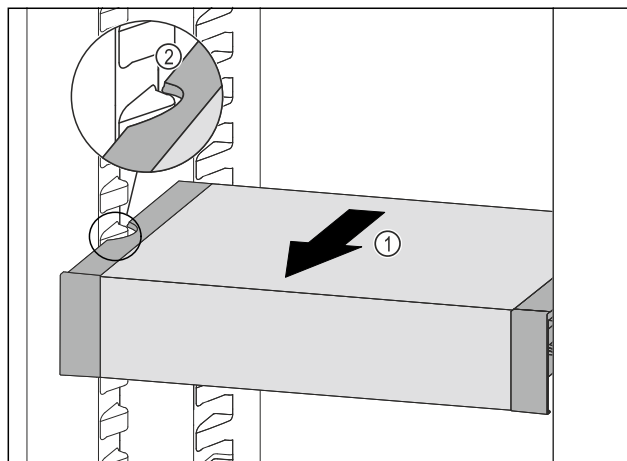

Fig. 176
- VarioSafe dras framåt Fig. 176 (1) tills sidofördjupningarna på VarioSafe är i samma nivå som behållarlisterna i kyldelen. Fig. 176 (2)